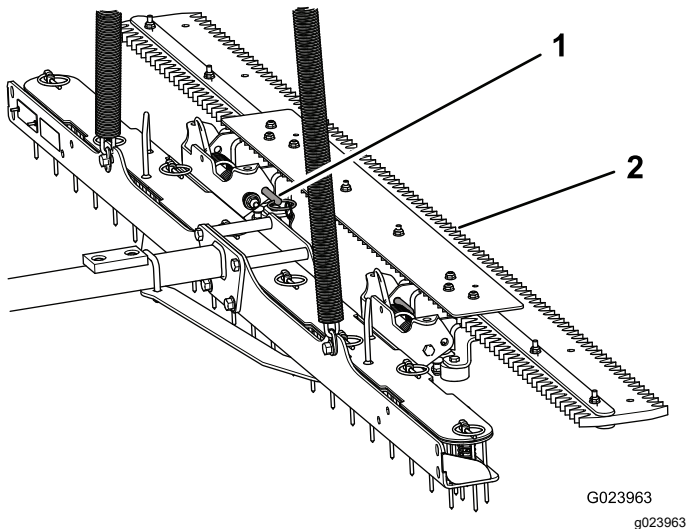

Figure 16
1. Retirez les axes de chape (Figure 16).